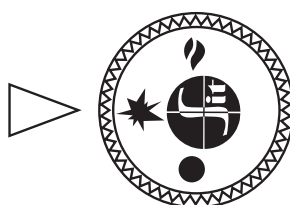

Рис. 10.
- 7.3. Для розжиг пилотной горелки ручк управления переводится в положение «искр» (рис. 10).